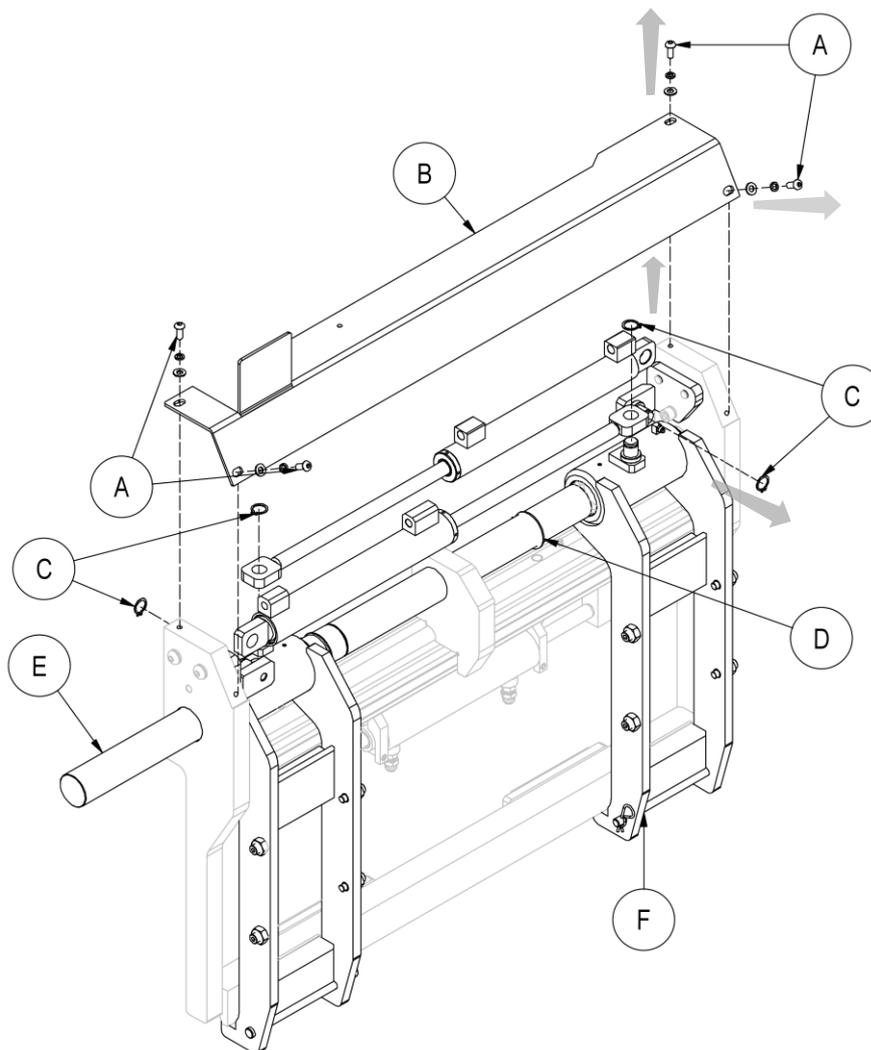

Figura 21
8. Retire con cuidado el soporte **F** (mira *Figura 21*).